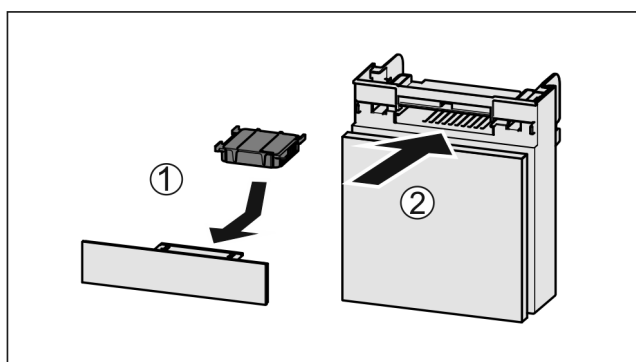

Fig. 157
- ▶ Filtr s aktivním uhlím vložte podle vyobrazení Fig. 157 (1).
- ▶ Zásuvku zasuňte Fig. 157 (2).